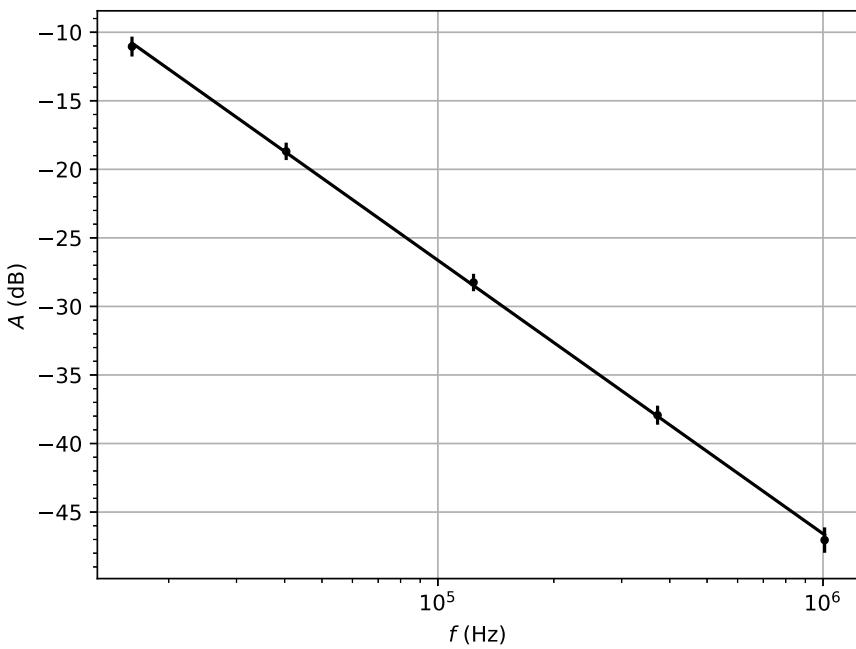

Figura 1: Grafico del fit del guadagno nel regime di alte frequenze.
Si è proceduto con la stima della frequenza di taglio f_{tB} come frequenza di angolo nel plot di Bode. Nel regime di alte frequenze si è adattata la dipendenza del guadagno dalla frequenza (presi i logaritmi) con un modello lineare. I dati sono riportati in tabella 1. Risulta un'intercetta di 73(1) dB e una pendenza di $-19.9(2)$ dB/decade con una covarianza -0.218 . Si riporta il grafico in figura 1. L'incontro di questa retta con quella a guadagno unitario fornisce la stima desiderata $f_{tB} = 4.6(2)$ kHz.